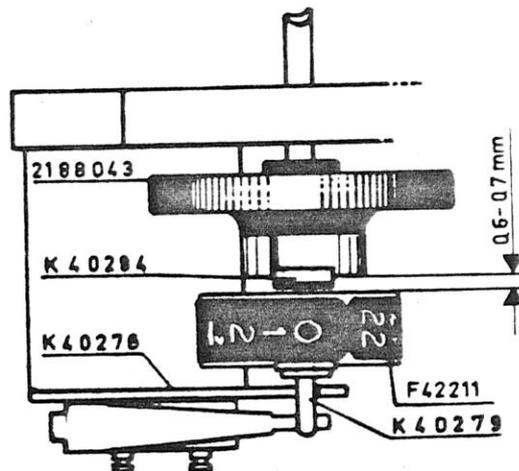

Fig 2
2.2 Zwischen dem Löschrاد und der Zahlenrolle soll ein Abstand von 0,6 - 0,7 mm vorhanden sein, wie Abb. 2 zeigt. Ist das Löschrاد richtig eingestellt, dann wird es mit seinen beiden Schrauben festgezogen.